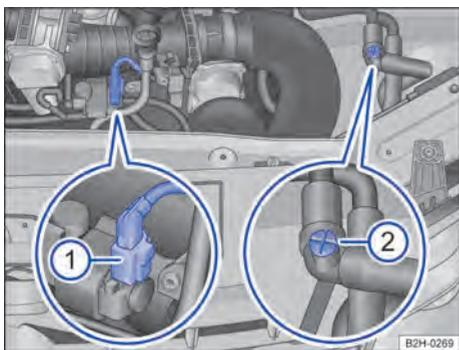

Fig. 173 No compartimento do motor: conector ① e válvula de ventilação manual ②.
- ① Abrir a tampa do compartimento do motor ⚠️ → Página 198.
- ② Remover a cobertura do motor para cima e guardar de modo seguro.
- ③ Abrir o reservatório do líquido de arrefecimento → Página 206.
- ④ Abrir a válvula de ventilação manual → Fig. 173 ② em cerca de 3 voltas em sentido anti-horário.
- ⑤ Durante o abastecimento do sistema de arrefecimento do motor, observar a válvula de ventilação manual e fechá-la se sair líquido de arrefecimento do motor da válvula de ventilação manual.
- ⑥ Remover o conector ao lado da vareta de medição do óleo → Fig. 173 ① e fixar. Não conectar o conector novamente até a visita à oficina.
- ⑦ Abastecer o sistema de arrefecimento do motor até a borda superior do reservatório de líquido de arrefecimento do motor com líquido de arrefecimento do motor até que o nível de líquido de arrefecimento do motor não baixe mais.
- ⑧ Aguardar durante cerca de 5 minutos.
- ⑨ Dar partida ao motor e, dependendo da versão, regular o regulador do aquecimento ou do ar condicionado para a temperatura máxima.
- ⑩ Aumentar a rotação do motor parado em 2.500 rpm e manter a rotação do motor durante cerca de 2 minutos.
- ⑪ Desligar o motor.
- ⑫ Aguardar cerca de 2 minutos e então abastecer o sistema de arrefecimento do motor mais uma vez até o canto superior do reservatório de líquido de arrefecimento do motor.
- ⑬ Repetir as etapas de trabalho 10 a 12 até que o nível de líquido de arrefecimento do motor no reservatório de líquido de arrefecimento do motor não baixe mais.
- ⑭ Se até agora ainda não tiver saído nenhum líquido de arrefecimento do motor da válvula de ventilação manual, fechar a válvula de ventilação manual, girando-a em sentido horário.
- ⑮ Conduzir o veículo por aproximadamente 5 minutos com uma rotação do motor acima de 3500 rpm. Depois, conduzir o veículo por aproximadamente 30 minutos com uma rotação do motor acima de 2000 rpm. Nesse caso, a veloci-